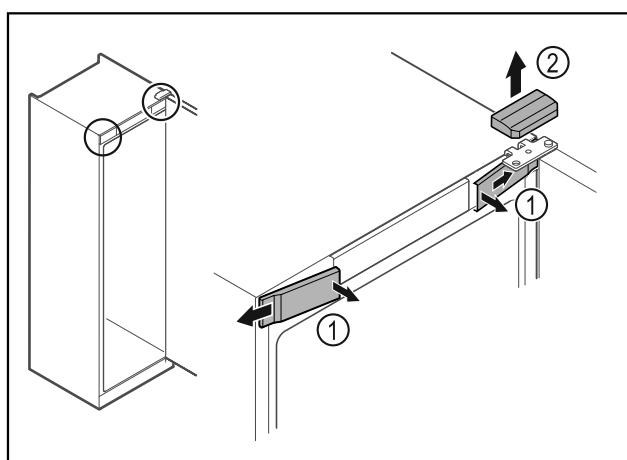

Fig. 11
- ▶ 从内侧松开前盖板 Fig. 11 (1)并移到一旁。
► 朝上取下上盖板 Fig. 11 (2)。